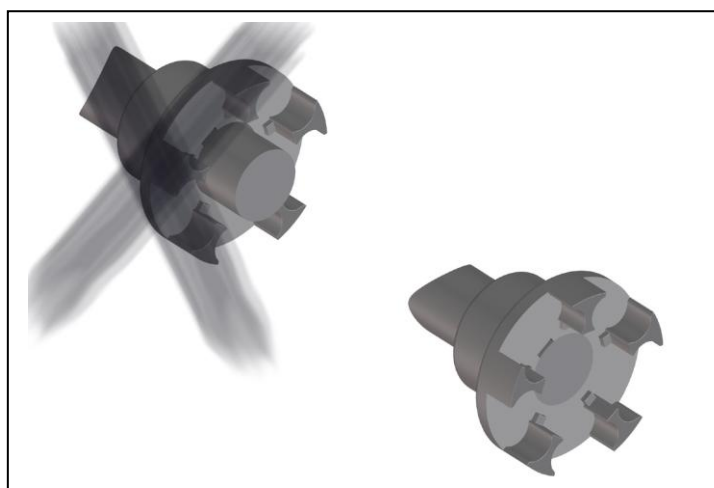

Bild 4
- Montieren Sie die Naben so, dass das Wellenende mit der inneren Bohrungsöffnungen bündig abschließen (Bild 4). Beachten Sie eventuell abweichende Vereinbarungen!